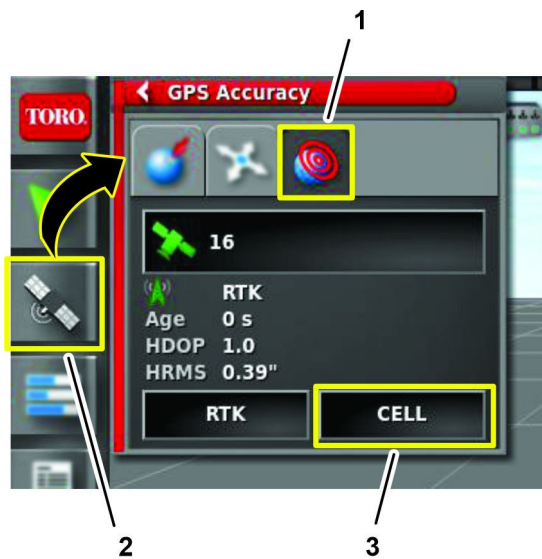

Bild 244
3. Tippen Sie auf der GeoLink-Steuerkonsole das Symbol GPS-INFORMATIONEN (Bild 244).